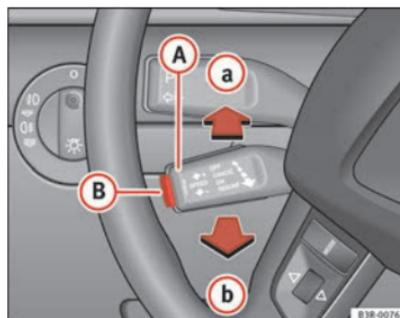

Fig. 141 Comandi dell'impianto di regolazione velocità
- premere la leva **A** ⇒ fig. 141 fino a raggiungere la posizione **a** (prima dello scatto).